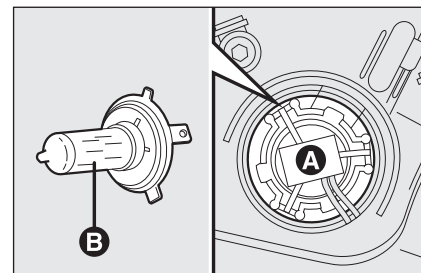

fig. 17
- ☐ appuyer sur le connecteur électrique central **A-fig. 17** et extraire tout le groupe ;